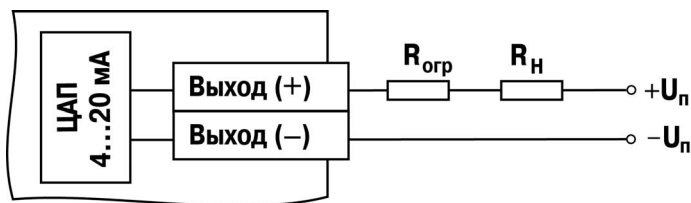

Рисунок 3.3 – Схема подключения нагрузки к ВУ типа «И»
**Формирователь токового сигнала (выход «И»)** преобразует на активной нагрузке Rн значение на выходе в токовый сигнал 4...20 мА (см. рисунок 3.3).